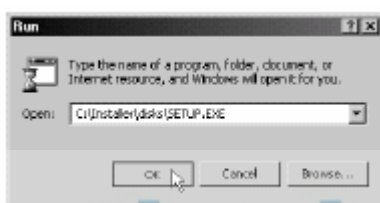

Figura 2-18. Ejecutar Modem-TPS
1. En su ordenador, haga clic en **Inicio ▶ Ejecutar** para abrir la caja de diálogo **Ejecutar**. Haga clic en el botón **Examinar** para buscar el programa Modem-TPS "setup.exe", y haga clic en **OK** (Figura 2-18).